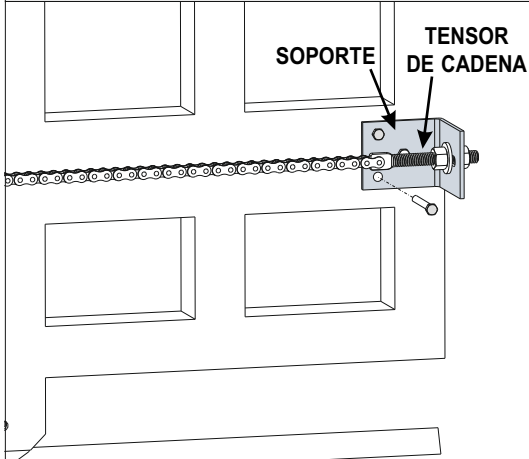

Fig. 24
- Fijar dos soportes resistentes en las dos extremidad de la cancelaa para enganchar la cadena (Fig.24)
- Instalar un tensor de cadena en cada soporte para ajustar la tensión de la cadena (Fig.24)